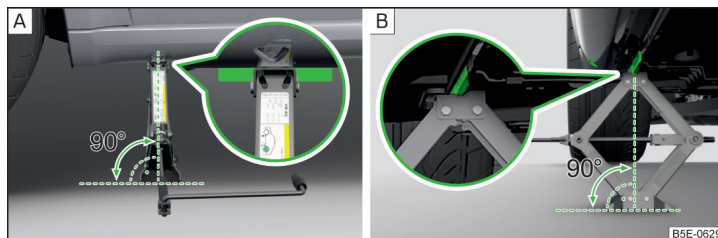

Abb. 332 **Wagenheber ansetzen**
- › Die Grundplatte des Wagenhebers mit der gesamten Fläche auf einem geraden Untergrund stellen, sodass sich der Heber in senkrechter Position zum Aufnahmesteg befindet » **Abb. 332** - **A**.
- › Den Wagenheber mit der Kurbel so weit hoch drehen, bis die Klaue des Hebers den Steg umfasst » **Abb. 332** - **B**.